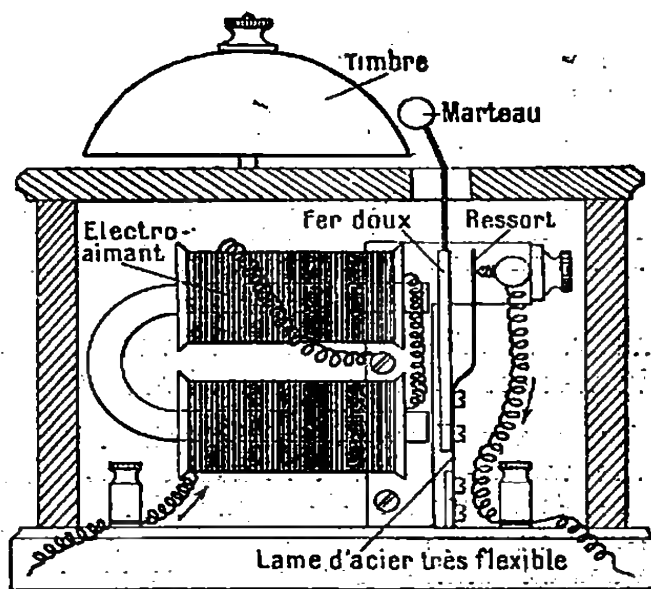

Fig. 564. — Mécanisme d'une sonnerie électrique.
7. Sonnerie électrique. — Une sonnerie électrique (fig. 564) com-